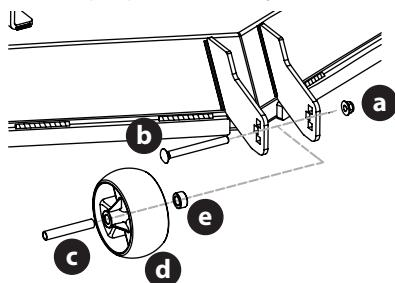

Figura 16
- Retire la tuerca de seguridad (a) que fija una de las ruedas de calibración delanteras a la plataforma. Quite el tornillo con reborte (b), el separador tubular (c) y el espaciador con reborte (e) para quitar la rueda (d) (Figura 16).